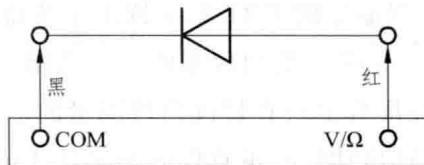

图 2.4 二极管测试电路
(1) 将黑表笔插入“COM”插孔，红表笔插入“V/Ω”插孔（红表笔极性为“+”），将功能开关置于“**DET**”挡，并将表笔连接到待测二极管，读数为二极管正向压降的近似值，如图 2.4 所示。